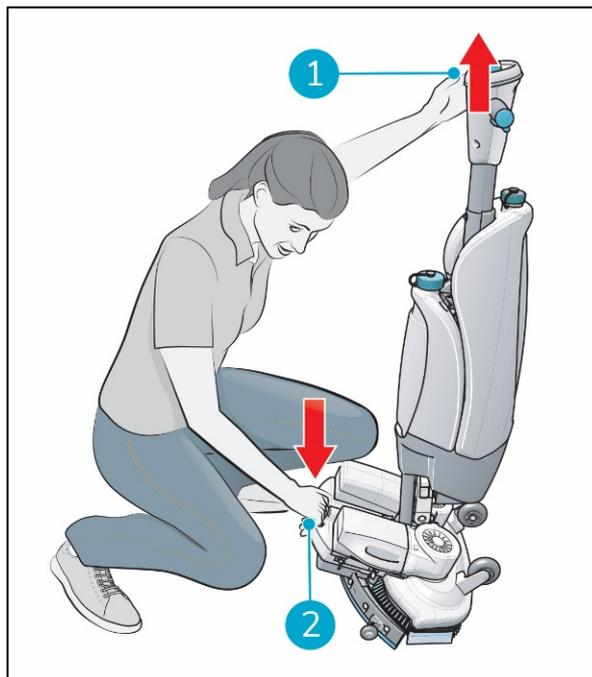

Abbildung 16
1. Gehen Sie in die Hocke und halten Sie dabei das Bürstendeck fest mit einer Hand (Figure 16, Pos. 2).
2. Schieben Sie den Griff mit der anderen Hand nach vorne (Figure 16, Pos. 1).